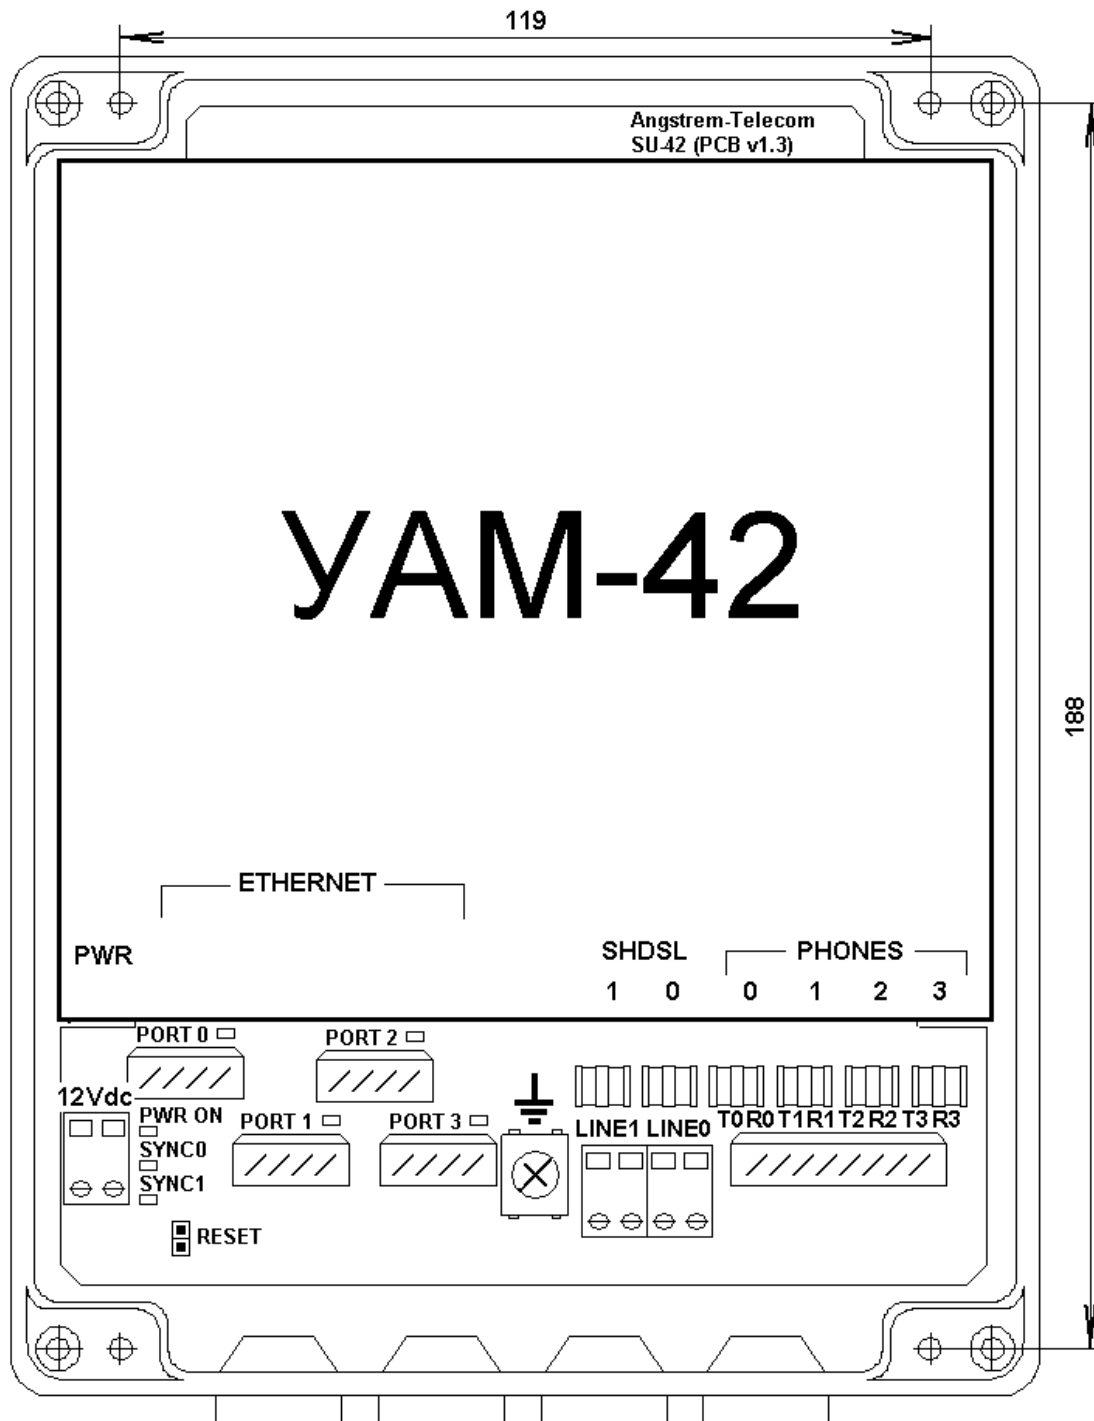

Рис.2.2 Вид УАМ-42-4Е с 4 абонентскими и 4 Ethernet-портами. Верхняя крышка снята.
2.1.3 УАМ (рис.2.2) представляет собой блок, конструктивно обеспечивающий защиту от проникновения пыли и влаги и предназначенный для размещения на столе или стене внутри помещения.